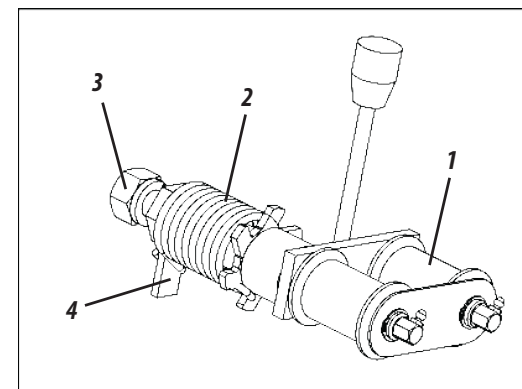

Figura 60
- 3- En las ruedas compactadoras (6) aflojar los tornillos y arandelas (7), quitar el cubo (8) e introducir grasa nueva. Vuelva a colocar el cubo (8) en las ruedas compactadoras (6) y fíjelo con los tornillos y arandelas (7), **como se muestra en la Figura 60.**